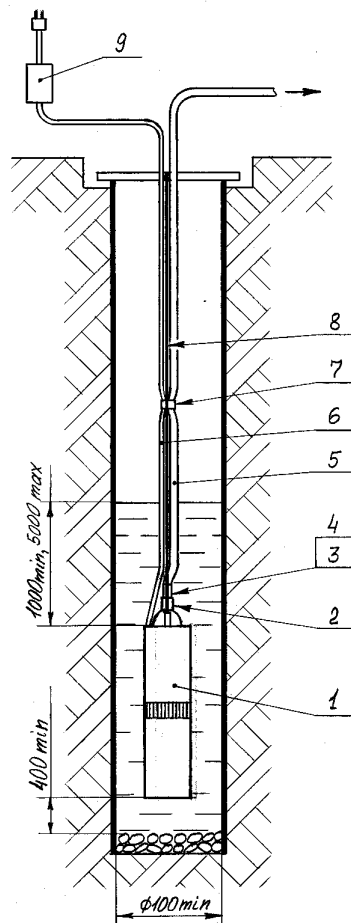

Рис.2
7.3 Установить на электронасос обратный клапан (обратный клапан в комплект поставки не входит), с помощью переходников подсоединить напорный трубопровод или шланг сечением не менее 3/4 дюйма, привязать трос к ушкам электронасоса и опустить электронасос в соответствии с рекомендациями п.1.4 настоящего руководства, см. рис. 2. Трос закрепить над скважиной, колодцем или резервуаром.